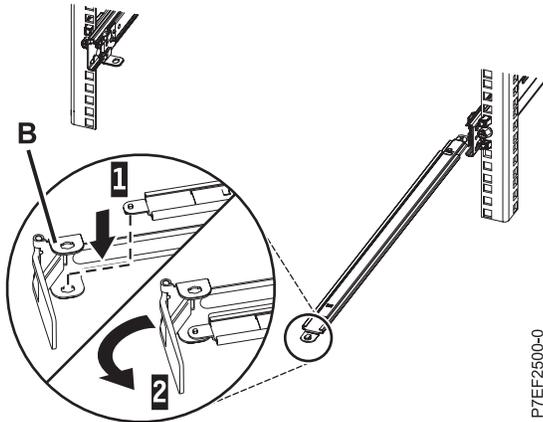

Abbildung 14. Kabelträgerhaltewinkel am Stützarm befestigen
- Suchen Sie die Bohrung an der unteren inneren Ecke des L-förmigen Kabelträgerhaltewinkels (**B**). Setzen Sie das lose Ende des Stützelements so an, dass die Sperrzunge an der Unterseite seiner Spitze an der Bohrung der Halterung ausgerichtet ist. Setzen Sie die Lasche in die Bohrung ein (**1**) und drehen Sie die Halterung (**2**), um sie am Stützarm zu befestigen, wie in Abb. 14 dargestellt.